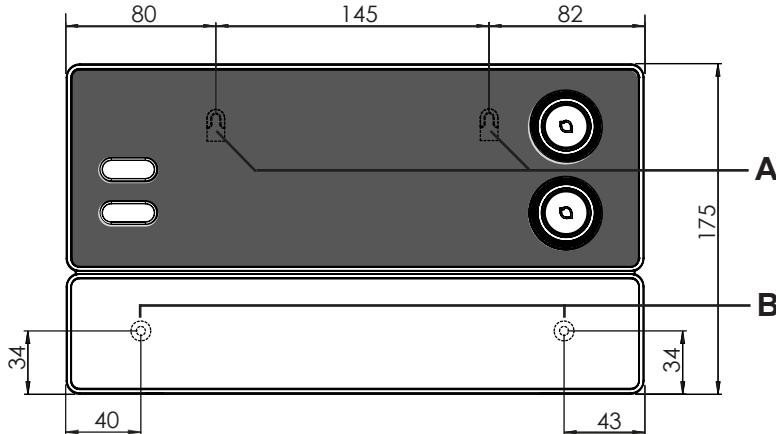

Bild1 Position på upphängningsanordningen och monteringshålen
1. Skruva in två stjärnskruvar (16 mm) på ca 1,70 m höjd i bastuväggen tills 7 mm sticker ut. De båda skruvorna måste ha ett avstånd på 145 mm (se Abb.1).
3. Häng upp styrenheten i upphängningsanordningen **A** på de inskruvade skruvorna (se Abb.1).
4. Skruva in två stjärnskruvar (16 mm) i de nedre hålen **B** (se Abb.1).